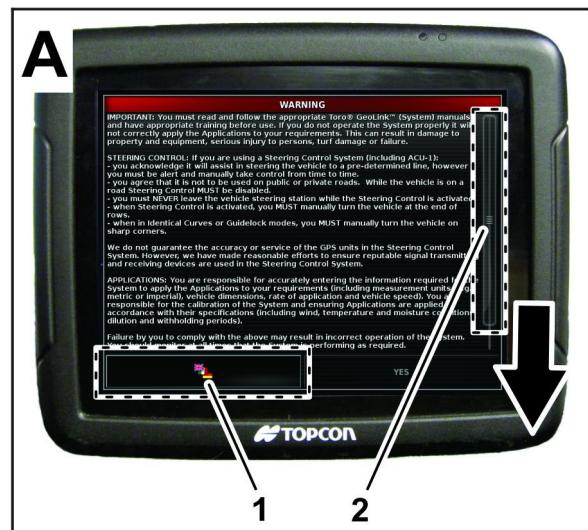

Figura 14
- Se necessario, premete l'icona della lingua per passare a una lingua di visualizzazione diversa da quella in uso sul display X25 (Figura 14).
| <ol style="list-style-type: none"> Lingua selezionata Icona Conferma | <ol style="list-style-type: none"> Leggete lo EULA (Figura 14). |
Usate la barra di scorrimento per scorrere la schermata fino in fondo. L'icona Sì diventa verde (Figura 14).
- Premete l'Icona Sì per passare alla schermata Home (Figura 14).